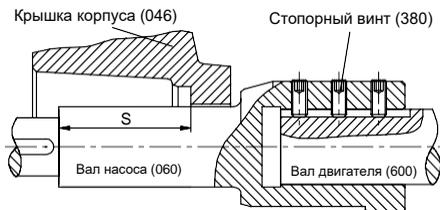

Рис. 8
- Расположить двигатель (600) вертикально, торцом вала вверх.
- Смонтировать фонарь (012) для двигателя (600).
- Надвинуть вал насоса (060) на вал двигателя
- Поместить крышку корпуса насоса (046) на фонарь (012)
- Выполнить регулировку положения вала насоса, чтобы обеспечить длину в соответствии с длиной «S», указанной в разделе L. («S» — расстояние между буртиком вала и концом камеры торцевого уплотнения. см. рис. 8). Затянуть стопорные винты (для вала с 3 стопорными винтами — начиная со среднего, а для вала с 2 стопорными винтами — с расположенного ближе к двигателю).
- Надвинуть вращающуюся часть торцевого уплотнения на вал насоса (060) и разместить распорную муфту (067). Поместить шпонку рабочего колеса (210) в паз, надвинуть рабочее колесо (050) на вал (060) и завинтить гайки рабочего колеса (065).
- Собрать корпус насоса (001).